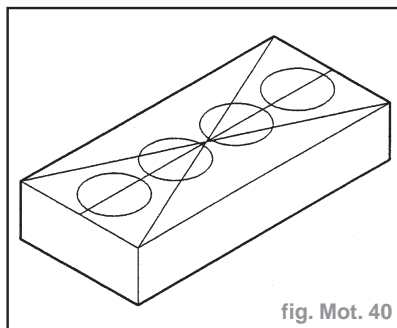

fig. Mot. 40
- Contrôler la planéité de la culasse à l'aide d'un jeu de cales et d'une règle (fig. Mot. 40).